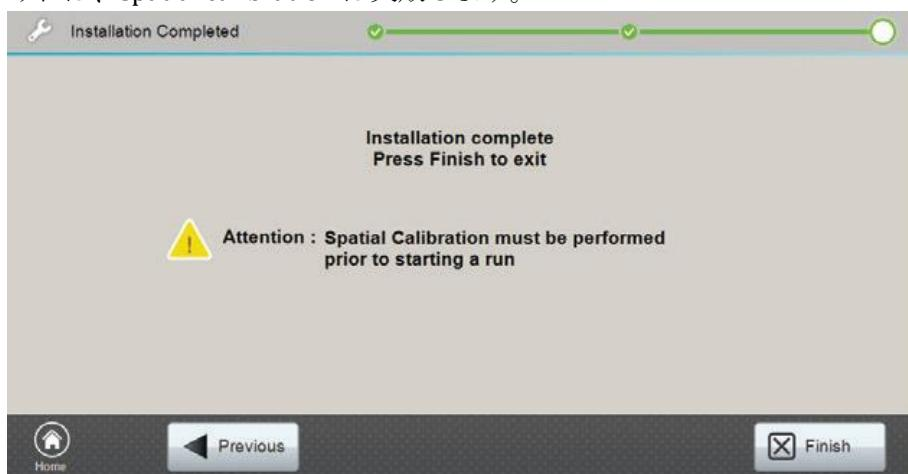

図 38 キャピラリーカートリッジの Installation Completed 画面
13. Installation Completed 画面がキャピラリーカートリッジの取り付けが完了したことを表示します(図 38)。この画面では新しいキャピラリーカートリッジでランを開始する前に spatial calibration が実施されなければならないことを表示しています(セクション 4.1 を参照)。
14. Installation Completed 画面（図 38）の **Finish** ボタンを押してください。
6. Installation Completed 画面（図 38）の **Finish** のボタンを押してください。